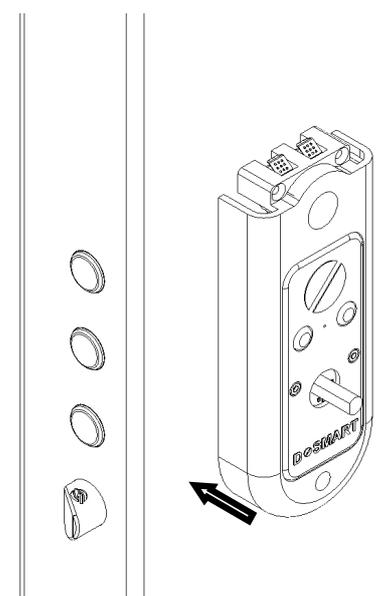

Fig. 7
8. Applicare sul pannello la placca supporto batterie (fig.7),